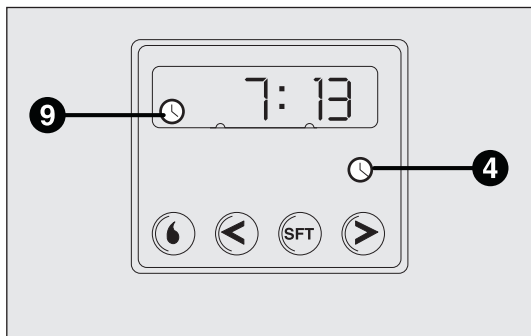

fig. 58
- Tryck på knapp 4: Displayen och varningslampan tänds 9-fig. 58.
Läsning av aktuell tid fig. 58